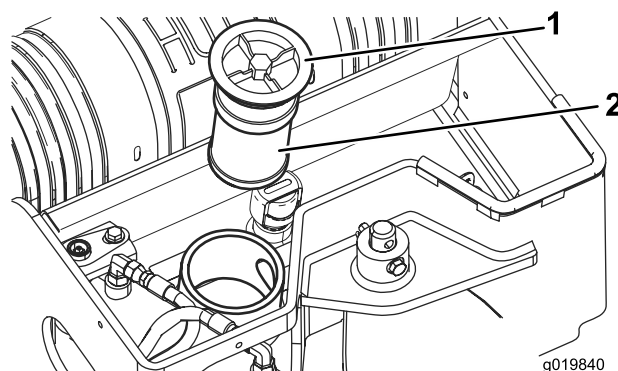

Bild 59
5. Entfernen und entsorgen Sie alten Filter (Bild 59).
6. Setzen Sie den Ersatzhydraulikfilter und den Deckel (Bild 59) ein und ziehen Sie die Schraube oben mit 21-25 Nm an.
6. Entfernen Sie den Deckel des Hydraulikbehälters und den Filter (Bild 59).
11. Setzen Sie den Hydraulikfilter und den Deckel (Bild 59) ein und ziehen Sie die Schraube oben mit 21-25 Nm an.